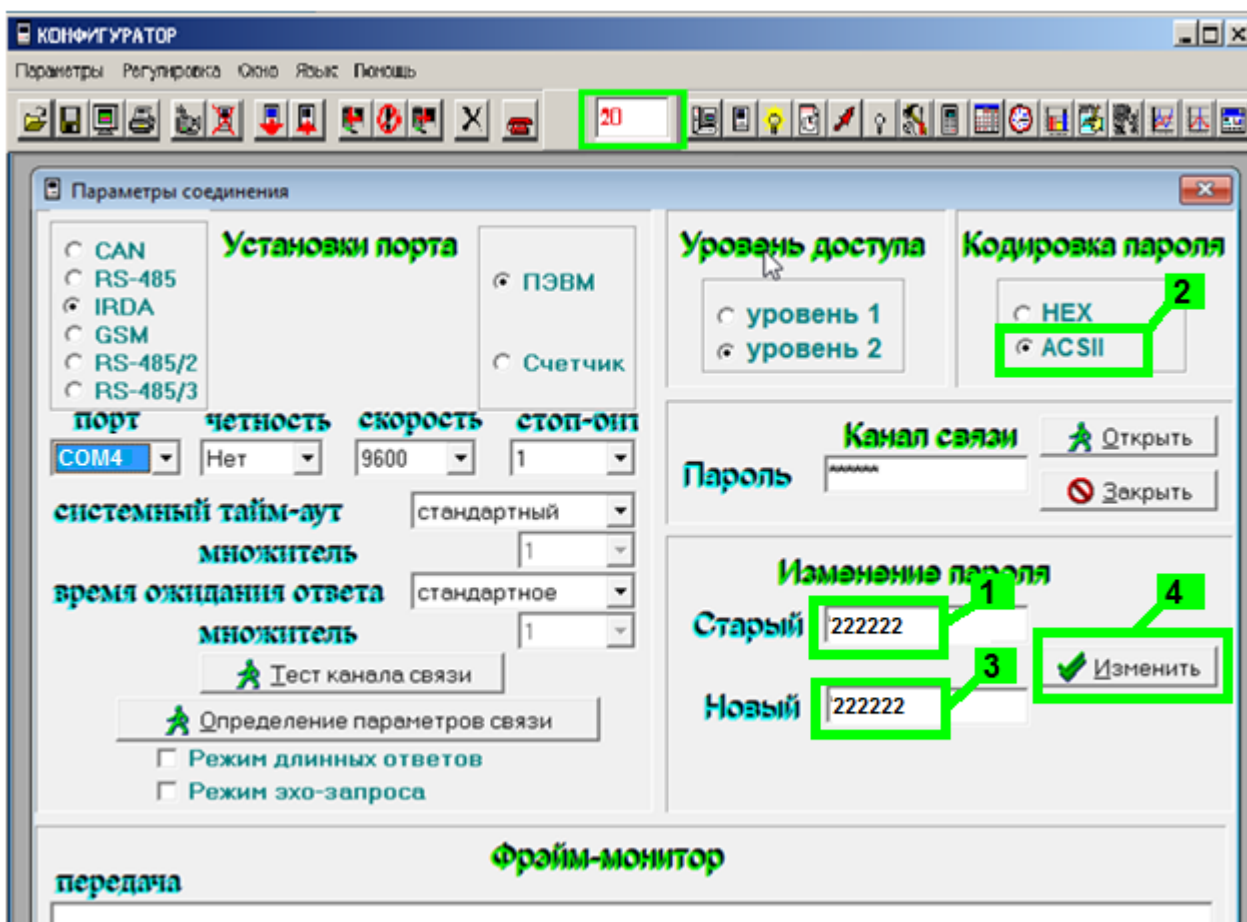

Рисунок 6.3 – Форма Параметры соединения – изменение кодировки пароля
1. Ввести пароль 222222 (шесть двоек) в поле **Старый** в блоке **Изменение Пароля** (см. рисунок 6.3).